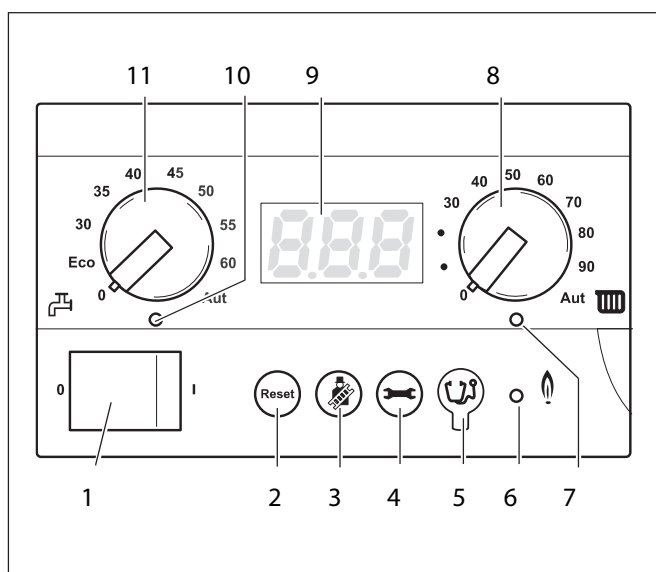

Fig. 6 Regolatore di base BC10
Il LED "Bruciatore" (On/Off) (fig. 6, **pos. 6**) si accende quando la caldaia presenta la fiamma accesa.
Il LED "Richiesta di calore" (fig. 6, **pos. 7**) è acceso se mediante la regolazione viene richiesto riscaldamento termico dei locali.
Con la manopola di regolazione temperatura (fig. 6, **pos. 8**) è possibile impostare il limite superiore della temperatura dell'acqua nel circuito riscaldamento. L'unità di misura è in °C.
Sul display (fig. 6, **pos. 9**) è possibile leggere lo stato e i parametri dell'impianto di riscaldamento. In caso di disfunzione il display ne visualizza il codice corrispondente. Se si tratta di una disfunzione di blocco, il codice lampeggia.
Con la manopola "Regolazione sanitaria" (fig. 6, **pos. 11**) è possibile preimpostare la temperatura dell'acqua calda desiderata nell'accumulo sanitario esterno. L'unità di misura è in °C.
Il LED "Produzione acqua calda" (fig. 6, **pos. 10**) è acceso se vi è una richiesta di acqua calda sanitaria e si spegne quando questa richiesta di fabbisogno non è più presente.